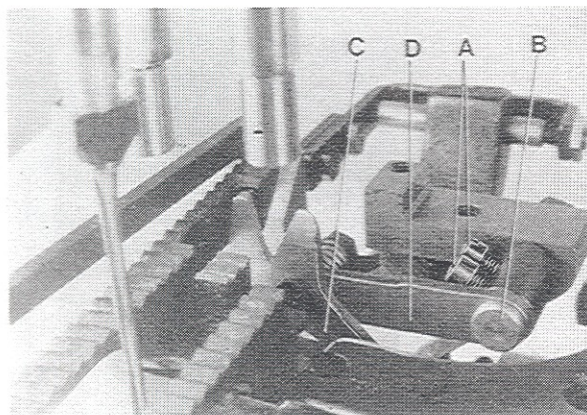

Fig.18
Remove presser foot, throat plate and cloth plate. Swing-off the end cover. Turn pulley until the feed dog is in its extreme front position. Loosen screws (A, Fig. 18) and pull the chain cutter with stud (B) to the front and take it out of the machine.
Assemble the new chain cutter. Insert the hole on knife pilot (C, Fig. 18) down on the pin in the knife lever. Insert stud (B) in the hole on knife pilot (D) and tighten screws (A) on the flat of the stud. Check if the cutting edges overlap approx. 0,3 mm (.012 in.).
Entfernen Sie Drückerfuß, Stichplatte und Stoffplatte. Klappen Sie das Abschlußblech weg. Drehen Sie an der Riemenscheibe, bis der Transporteur in seiner vordersten Stellung ist. Lösen Sie die Schrauben (A, Fig. 18), ziehen Sie die Kettenschere mit dem Bolzen (B) nach vorne und nehmen Sie sie nach oben aus der Maschine.
Montieren Sie die neue Schere. Hängen Sie die Bohrung im Messerschlenkel (C, Fig. 18) unten am Stift im Messerhebel ein. Stecken Sie den Bolzen (B) durch die Bohrung am Messerschlenkel (D) und ziehen Sie die Schrauben (A) auf der Fläche des Bolzens an. Prüfen Sie ob die Messerschneiden der neuen Kettenschere etwa 0,3 mm überlappen. Klappen Sie das Abschlußblech ein. Montieren Sie Stoffplatte, Stichplatte und Drückerfuß wieder.